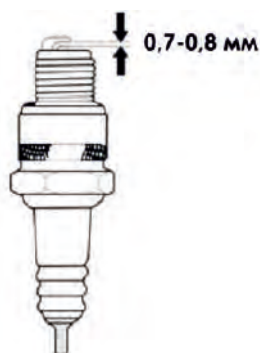

Рис. 22
4. Проверить зазор между электродами, в случае необходимости отрегулировать. Зазор составляет (0,7-0,8 мм) (Рис.22).